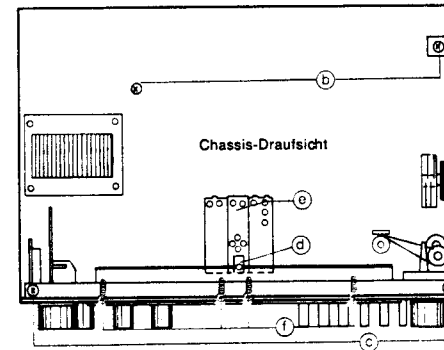

Abb. 3
- Vier Schrauben (9) unterhalb der Skala herausdrehen (Abb. 3).
- Schraube (10) herausdrehen (Abb. 3).
- Haltebügel (11) nach hinten schieben.